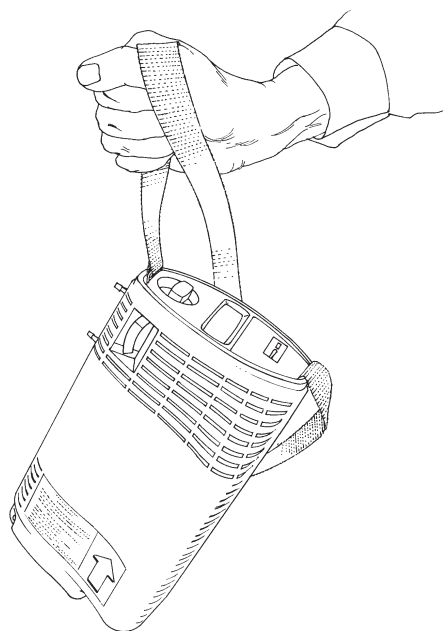

Figure 13
9. Vérifier l'indicateur de niveau d'oxygène (Figure 13). Une jauge interne située sur le côté de l'unité portable Companion mesure la quantité de liquide contenue dans l'unité.